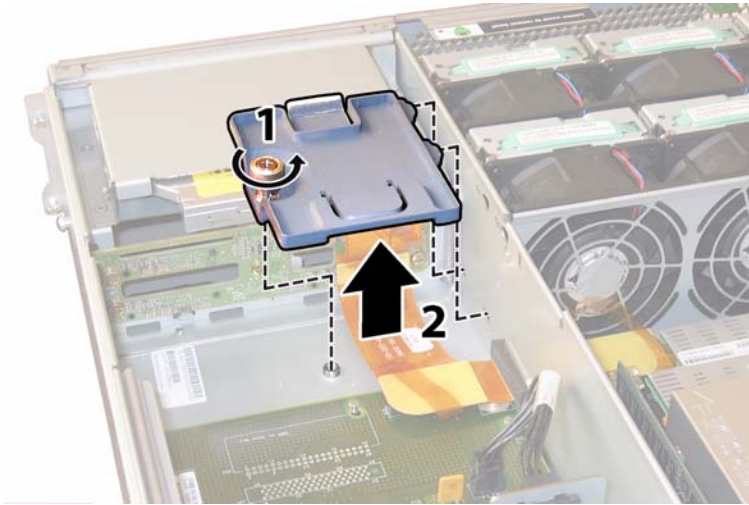

図 4-34 フレックスケーブルリテーナの取り外し
8. フレックスケーブルのリテーナを固定しているバネ式チョウネジを緩め、シャーシからリテーナを取り外します。図 4-34 を参照してください。